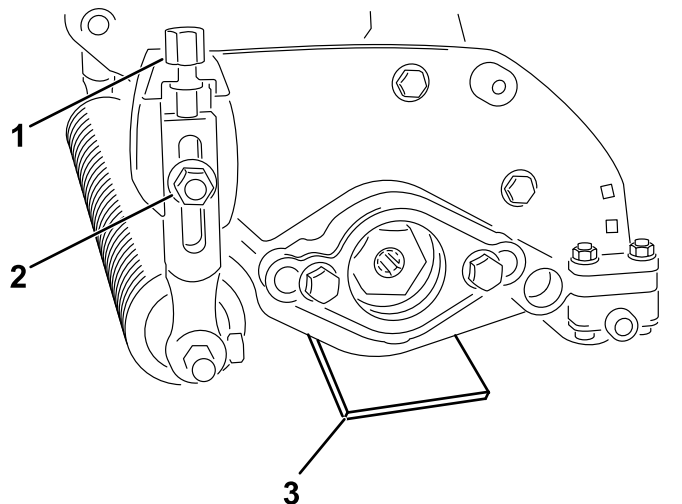

Figure 8
2. Placez un gabarit, dont l'épaisseur est égale à celle de la hauteur de lame au-dessus du sol souhaitée, sous chaque extrémité du défateur (Figure 8).
3. Les rouleaux étant en contact avec la surface plane, desserrez les deux écrous à embase (Figure 8).
4. Tournez les boulons de réglage de la hauteur de coupe jusqu'à ce que les deux extrémités du défateur touche la surface plane (Figure 8).